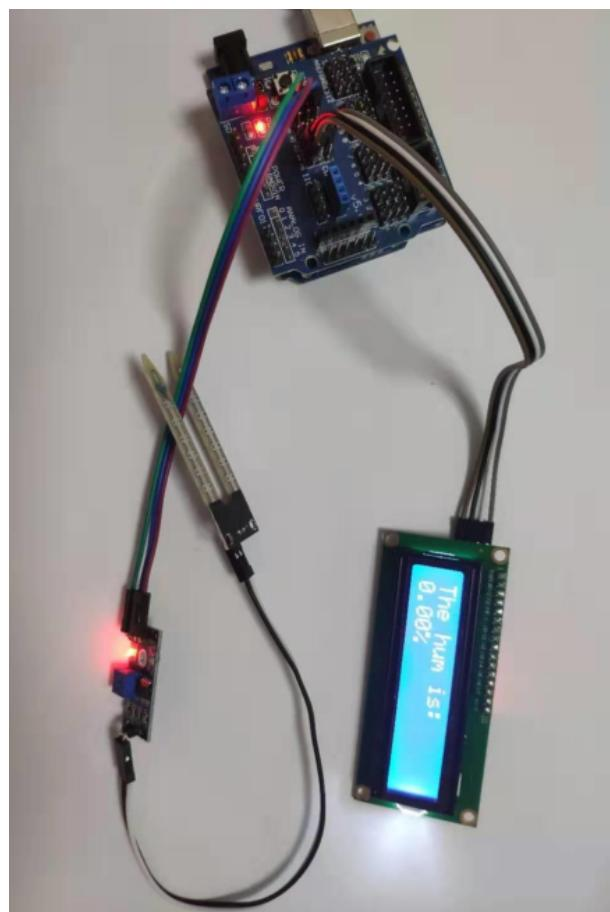

图 25.2: 实验接线图
- (1) 按照如图25.2所示的方式完成接线；
- (2) 打开 Arduino IDE，输入程序；
- (3) 检查无误后上传程序；
- (4) 将传感器的探头插入土壤，观察 LCD1602 显示屏上的读数变化。